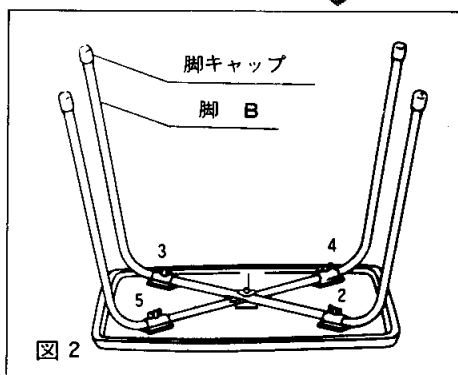

図 2
- 4：他の 1 本の脚（脚 B）を図 2 に示したように両端のボルトに合わせてはめ込んでください。
- 6：図 2 に示した順序によって、もう一度蝶ナットをしっかりと締め付けてください。